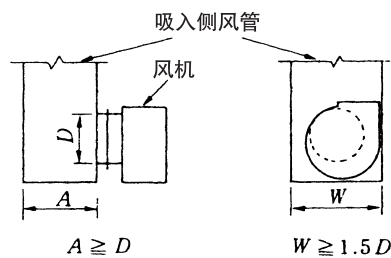

图 1.8 风机吸入侧风管的连接
(4)风机轴方向直角连接的吸入风管的宽度，要如图 1.8 所示相对于叶轮成直角的吸入风管的宽度 A 尽可能要厚，以减少压力损失。为防止对吸入口产生缩流，连接处要平缓。